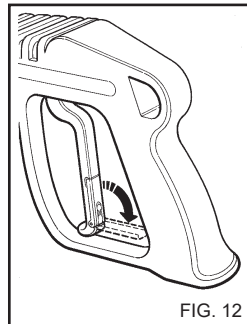

FIG. 12
- Når høytrykksvaskeren ikke er i bruk stenger du sikkerhetsinnretningen på håndtaket (fig. 12).